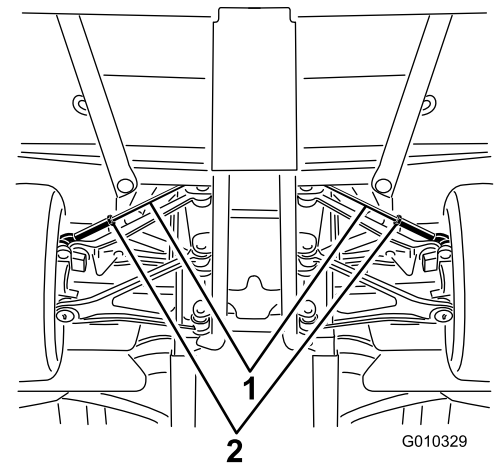

Figure 60
A. Desserrez l'écrou de blocage au centre de la biellette (Figure 60)